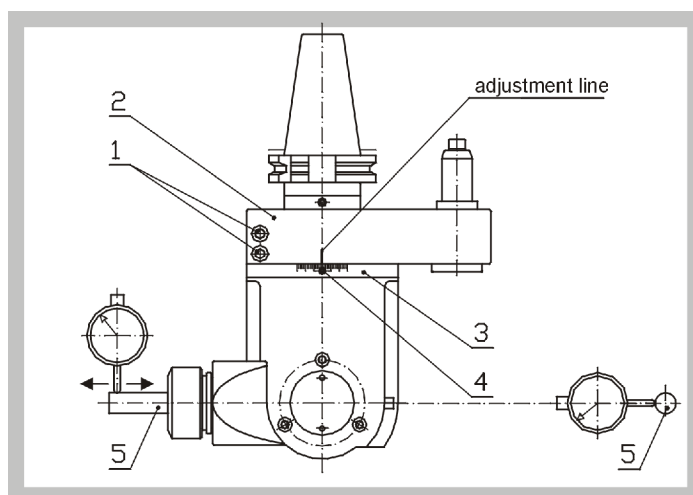

Bild 19
6.2 Einstellen der Winkelstellung des Kopfkörpers – Modelle PVI (PVM) - Bild 19
6.3 Kalibrieren der Winkelskala (Nullstellung) – Bild 19